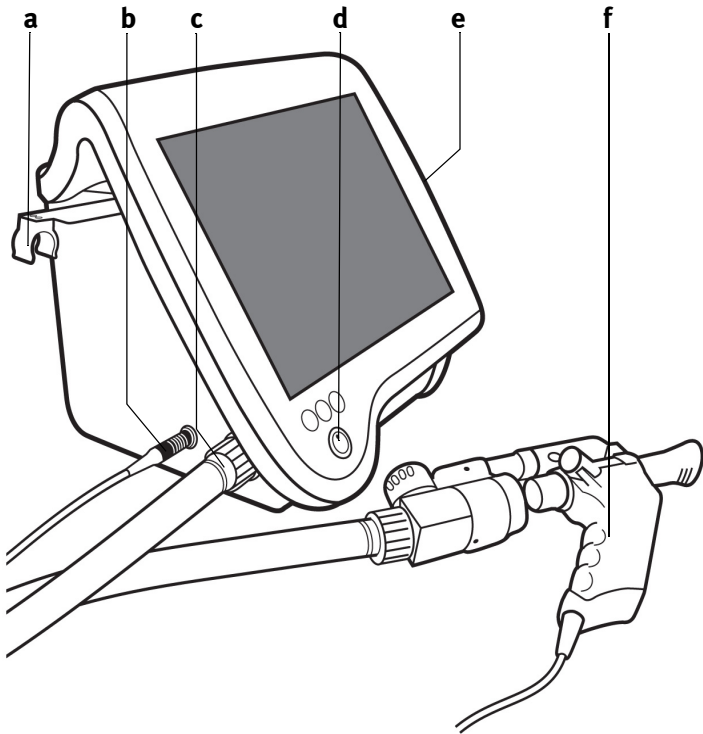

Abb. 2-1 EasyOne Pro™
- Ziehen Sie den Sensorhalter an der linken Geräteseite heraus (**a**, Abb. 2-1) und legen Sie den Strömungs-Sensor dort ab.